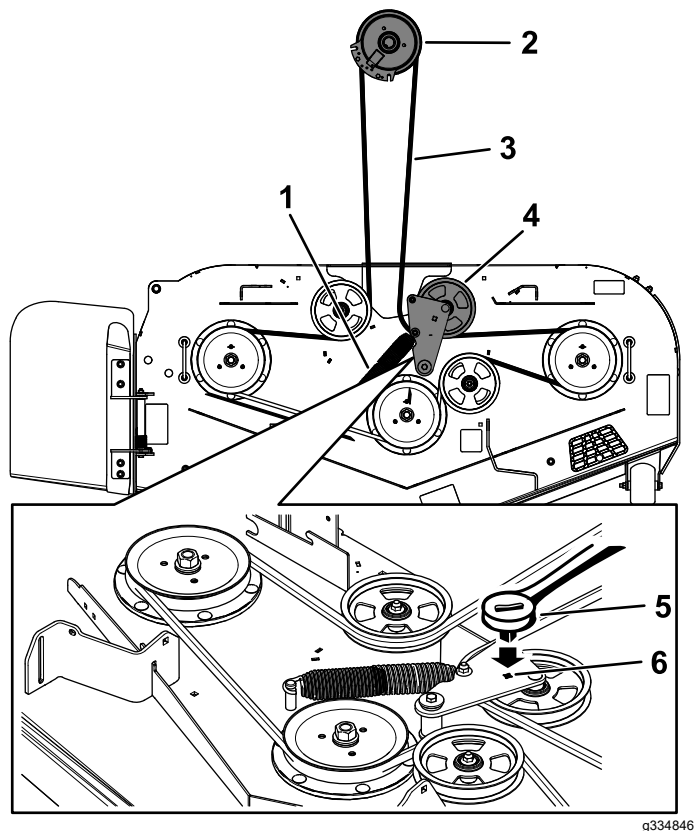

Figura 61
8. Inserite un cricchetto da  $\frac{3}{8}$ " nel foro quadrato del braccio di rinvio per allentare la molla del tendicinghia (Figura 61).
10. Togliete il guidacinghia dal braccio di rinvio a molla (Figura 61).
12. Montate la nuova cinghia attorno alle pulegge del tosaerba e alla puleggia della frizione, sotto il motore (Figura 61).
13. Montate il guidacinghia sul braccio di rinvio (Figura 61).
14. Con il cricchetto da  $\frac{3}{8}$ " nel foro quadrato, montate la molla del tendicinghia (Figura 61).